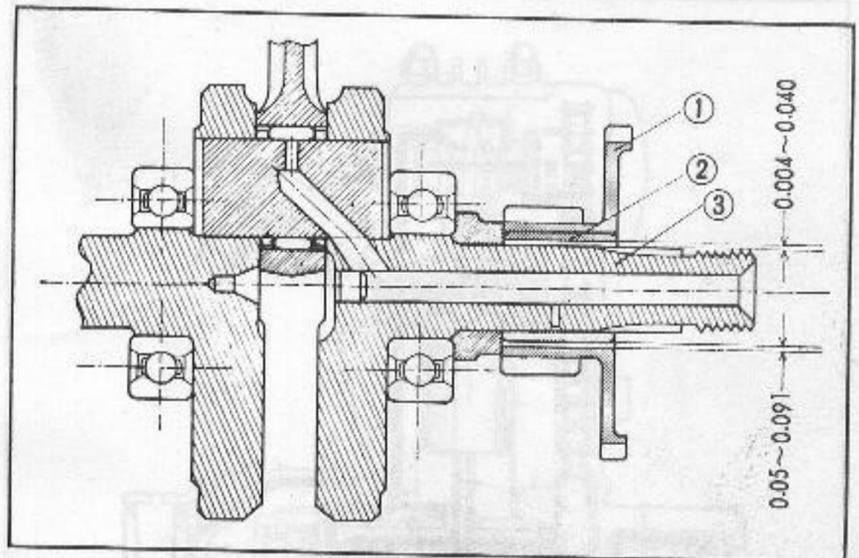

Abb. 3.60 Spiel zwischen Kupplungslager und rechter Kurbelwelle
- (1) Spiel zwischen Kupplungslager und Antriebsritzel (Abb. 3.60)
- (2) Spiel zwischen Kupplungslager und rechter Kurbelwelle (Abb. 3.60)